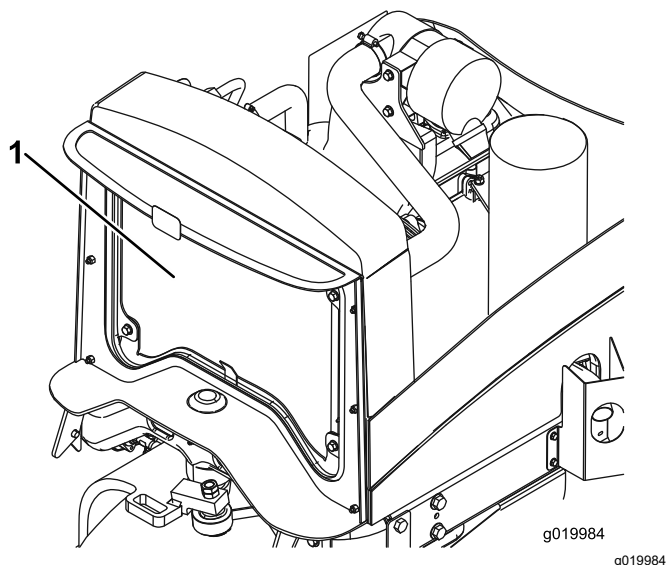

Figura 61
4. Limpe cuidadosamente ambos os lados do radiador com ar comprimido (Figura 61).